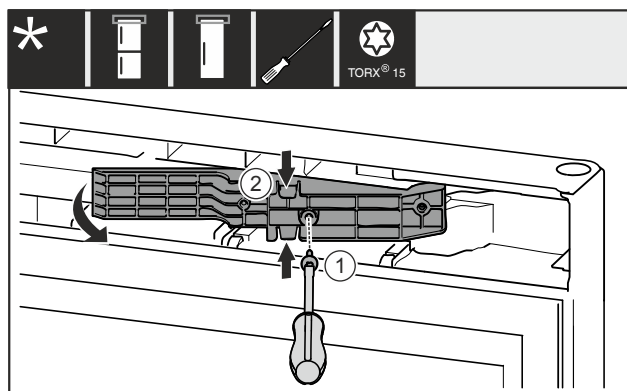

Fig. 14 *
- ▶ Odstraňte šroub Fig. 14 (1).*
- ▶ Adaptér Fig. 14 (2) nahore a dole mírně stlačte k sobě a vytáhněte.*